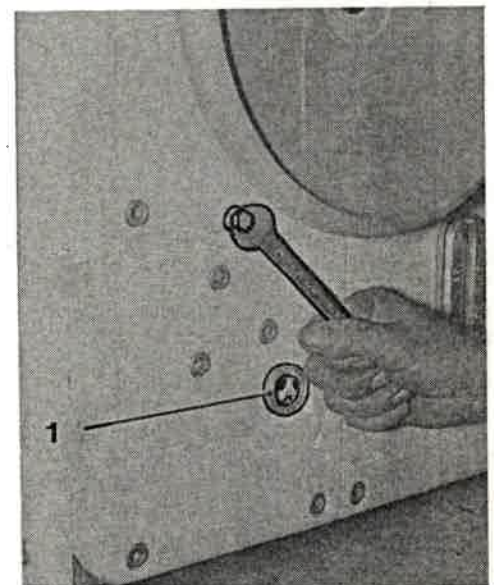

Bild 132
3. Öleinfüllschraube herausschrauben (Bild 132).
4. Öl bis Mitte Schauglas (Bild 132/1) einfüllen (Schmierstoff siehe Abschnitt 1.2).